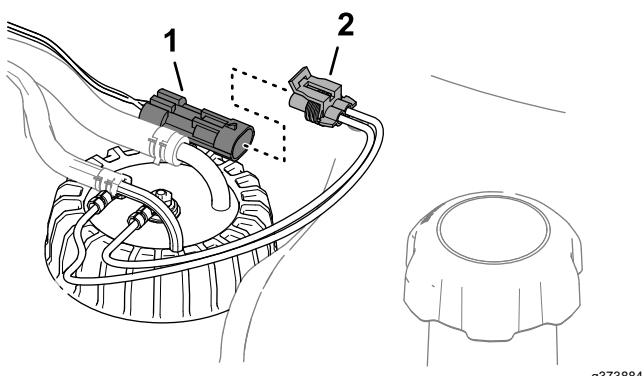

**Рисунок 129**
5. Установите шланг на штуцеры датчика уровня топлива и прикрепите шланги к штуцерам с помощью зажимов (Рисунок 129).